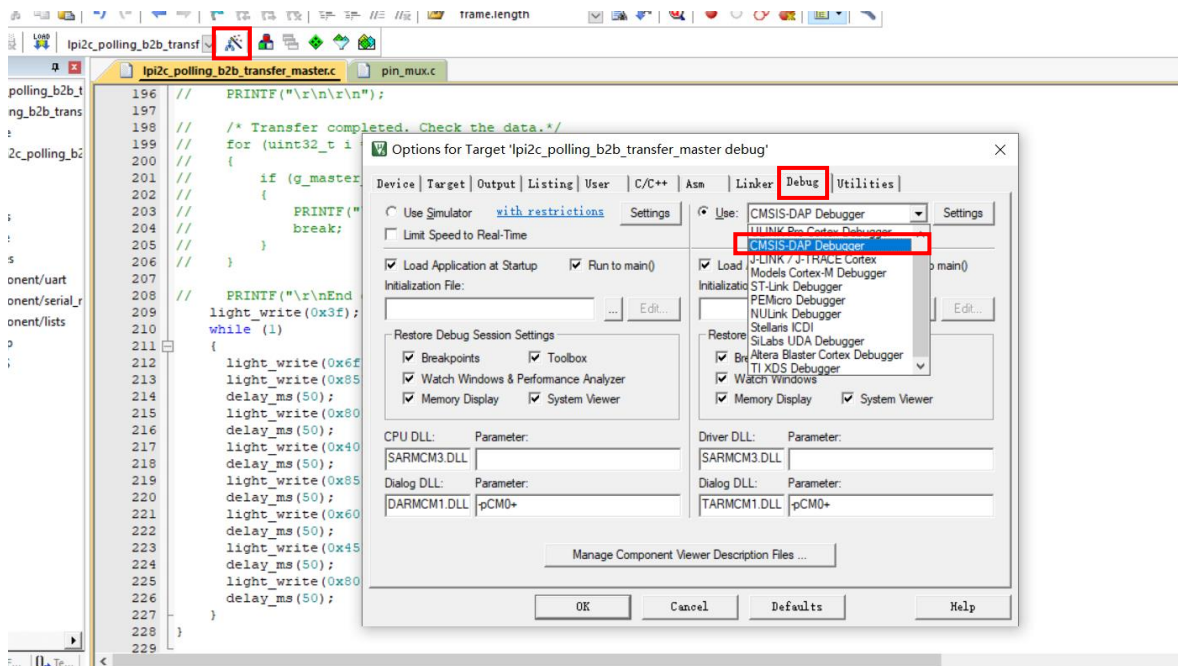

图 3.3.6 调试器设置
- (3) 接着在上方的工具栏中点击魔术棒 ，进入设置界面，点击 Debug，选择 CMSIS-DAP 模式，如图 3.3.6 所示：